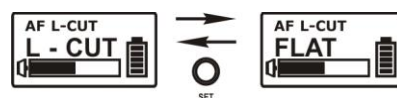

Bild 12
4. **AF L-CUT:** Einstellung LOW-CUT Filter, Bild 12
- (A) Drücken Sie so oft die MODE-Taste bis im Display "LOW-CUT" erscheint. Die Anzeige beginnt zu blinken um anzuzeigen, dass die Einstellung nun mit der SET-Taste verändert werden kann.
- (B) Drücken Sie die SET-Taste um die Einstellung zu verändern. Bei jedem Drücken der SET-Taste wird der Wert zwischen "LOW CUT" und "FLAT" gewechselt.
- (C) Wenn die gewünschte Einstellung erscheint warten Sie bis das Display nicht mehr blinkt oder drücken Sie die MODE-Taste um den Wert zu speichern.
- (D) Wenn die Funktion LOW-CUT auf "LOW CUT" eingestellt ist, wird das Audiosignal unterhalb von 100 Hz um 3 dB mit einer Dämpfung von -6 dB/Oktave abgesenkt.